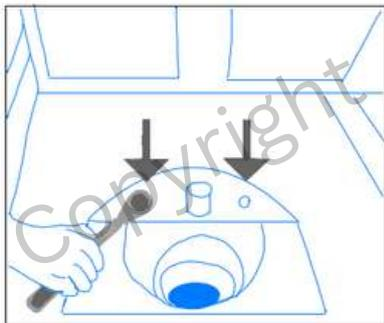

Abbildung 3
3. Als Nächstes lösen Sie die beiden Schrauben (Abbildung 3), die sich im Bodenbereich des Geschirrspülers befinden.